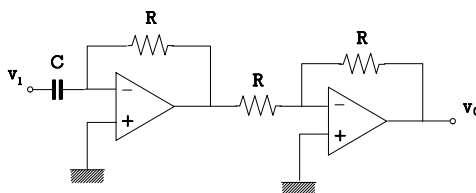
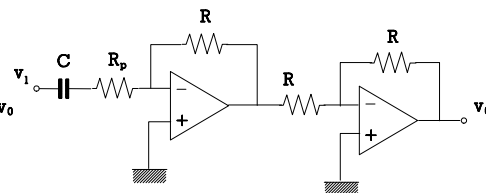

Figura 7
Figura 8
valorar las características de esta aproximación comparando los circuitos de las Figura 7 y Figura 8.
- 1) Calcular la función de transferencia  $G(s) = \frac{V_0(s)}{V_1(s)}$  del circuito de la Figura 7, comprobar que es un derivador y representar su diagrama de Bode de ganancia.
- 2) Repetir el cálculo de  $G_a(s) = \frac{V_0(s)}{V_1(s)}$  para el circuito de la Figura 8, comprobar que es un pseudoderivador y representar su diagrama de Bode de ganancia.